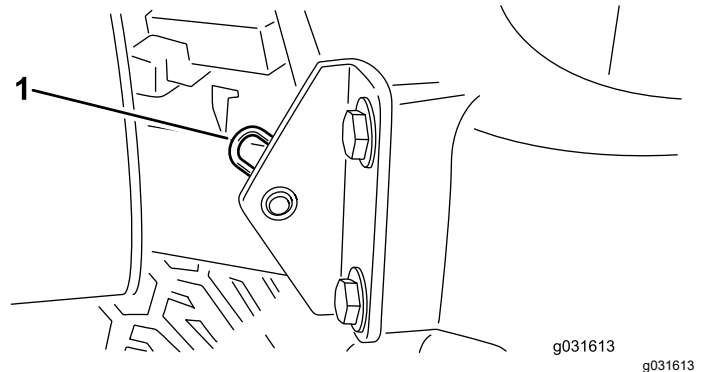

Bild 31
2. Entfernen Sie den Splint, mit dem das Gelenk der Motorhaube an den Befestigungshalterungen befestigt ist (Bild 31).